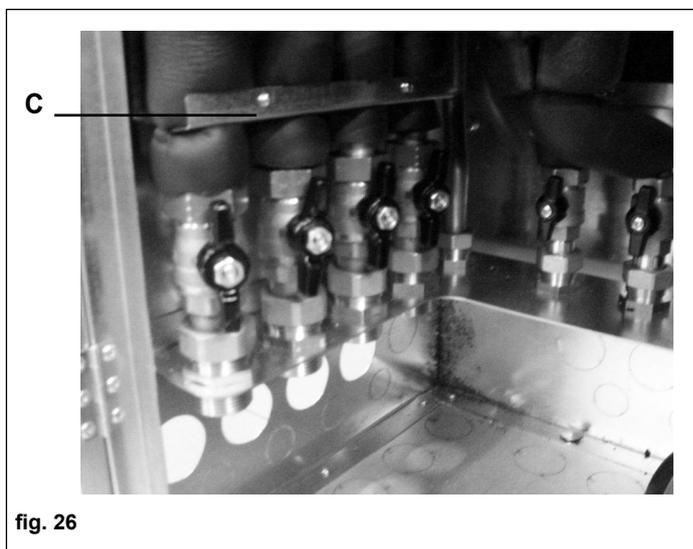

fig. 26
- Se necessario svitare le viti e togliere la rastrelliera (C - fig. 26) di fissaggio delle rampe da 1" (circuiti impianto) per agevolare il fissaggio con i rubinetti
- Ruotare di 45° circa verso l'esterno i rubinetti da 1" per poter manovrare correttamente le manopole degli stessi (fig. 26)
- Rimontare la rastrelliera (C - fig. 26) precedentemente rimossa